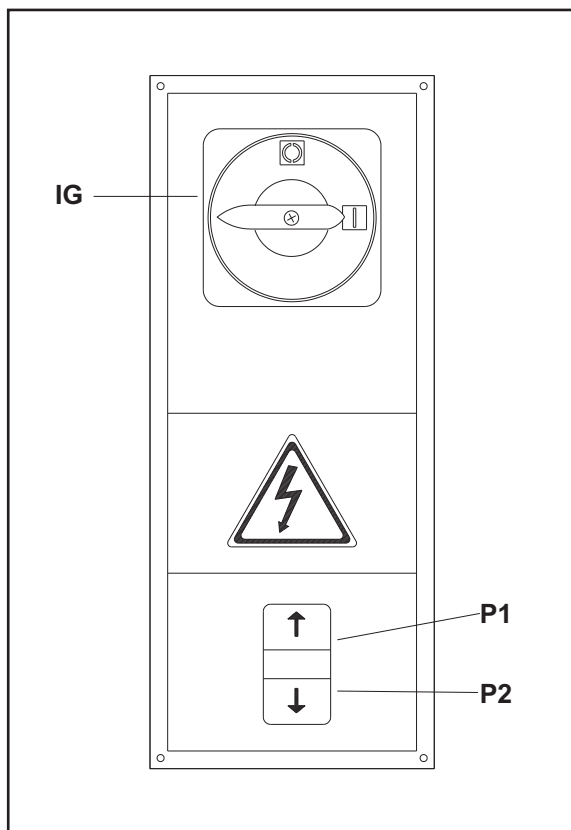

Fig.19 Abb.19
- Close the electric panel, set the master switch (ref "IG" in fig. 19) to position 1, then press the LIFT button (ref.P1 in Fig.19); if the carriages descend, invert 2 of the power lines .
- 3) Refermer la porte du coffret électrique, tourner l'interrupteur (IG, fig. 19) sur la position 1 et actionner le poussoir de montée (rep. P1, fig. 19). En cas de descente des chariots, inverser deux des fils de l'alimentation électrique.
- 3) Die Schalttafelabdeckung schliessen, den Hauptschalter (IG, Abb.19) auf 1 stellen, die Aufstiegstaste (Ref. P1, Abb. 19) drücken. Falls die beiden Schliitten absteigen sollten, sind die beiden Speisephase umzukehren.
- 3)Sluit het elektrische paneel, zet de hoofdschakelaar ('IG' in Fig. 19) op 1, druk vervolgens op de knop OMHOOG (P1 in Fig. 19). Wissel als de wagens omlaag bewegen 2 van de voedingskabels.
QUADRO COMANDI FIG.19
CONTROL BOX FIG.19
COFFRET DE COMMANDE FIG. 19
STEUERTAFEL ABB.19
BEDIENINGSKAST Fig. 19